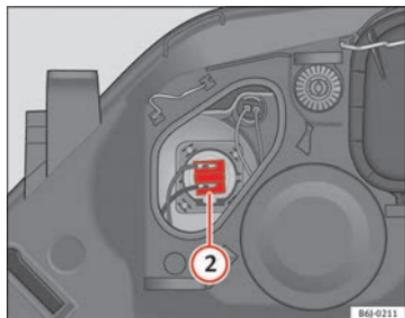

Fig. 139 Máximos
- Extraia o conector ⇒ fig. 139 ② puxando para fora.